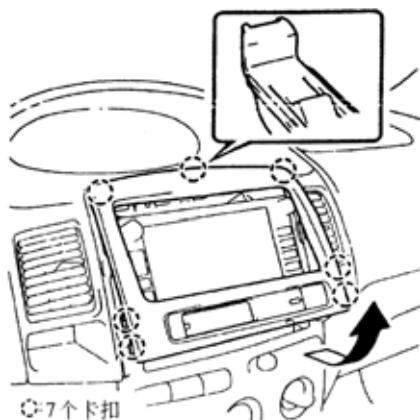

图 9-113
(1) 用装饰条拆除器，松开 7 个卡扣，如图 9-113 所示。